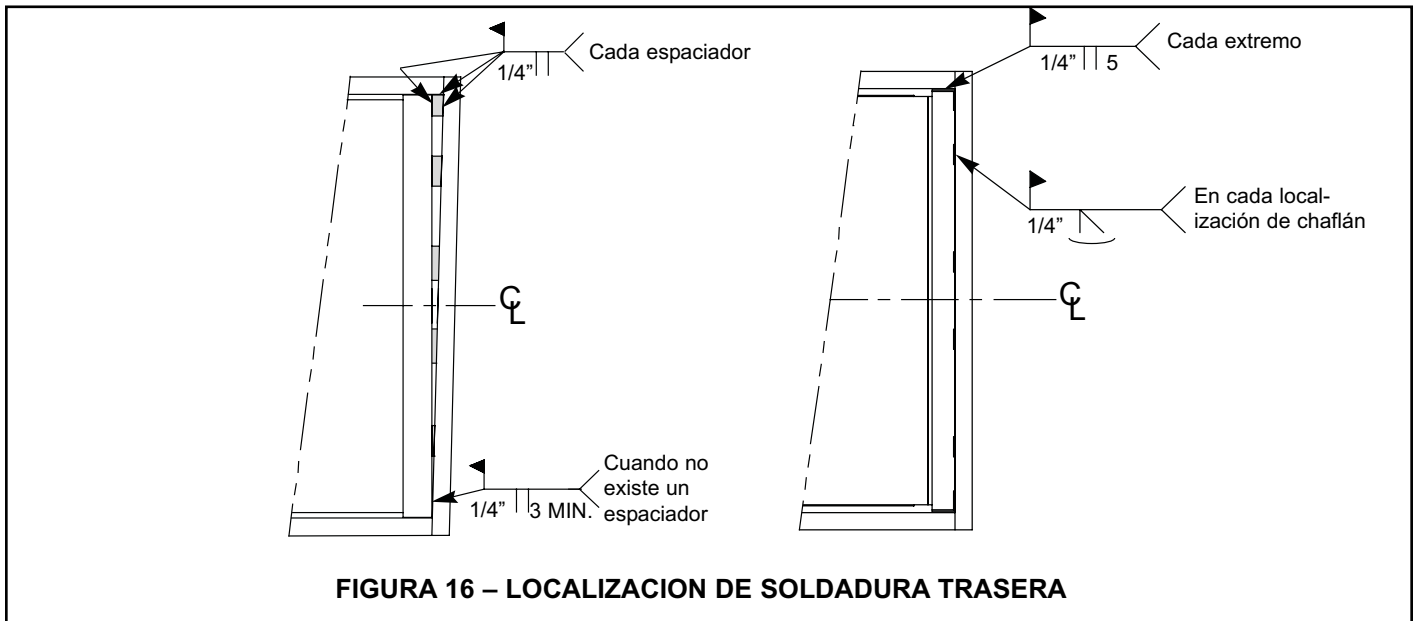

FIGURA 16 – LOCALIZACION DE SOLDADURA TRASERA
14. Soldar marco trasero al acero encorvado en las puntas con chaflán en la orilla trasera de la escuadra del marco trasero. Vea figura 16.